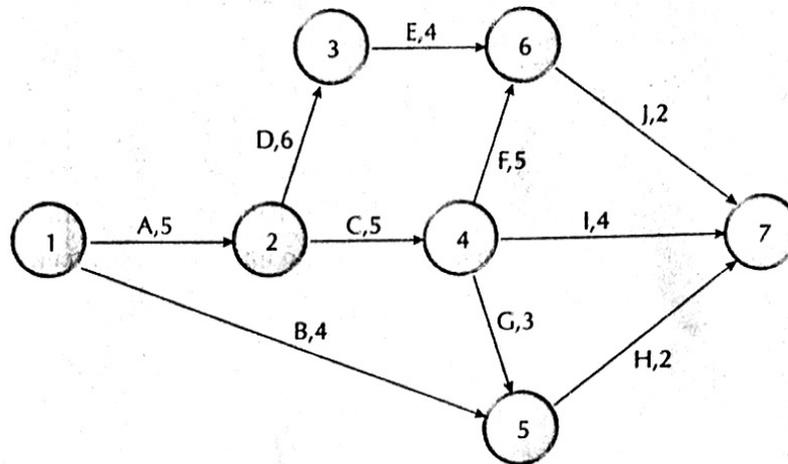

Figura 14.24 Rede do projeto.
3. Dada a rede da Figura 14.24, determine: